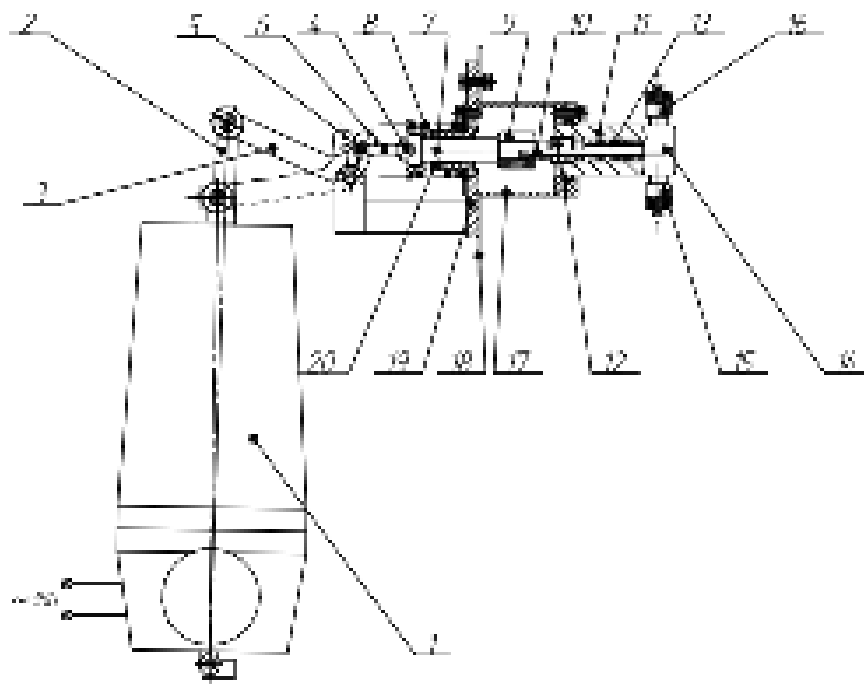

Рисунок 2. Состав гидравлического насоса.
3.1.12. Насосный агрегат, рис.2, состоит из привода насоса-электрогидравлического толкателя 1 со штоком 2, двуплечего рычага 3, сферического 4 и цилиндрического 5 шарниров, соединённых тягой 6, ползуна 7, подпружиненного пружиной 8, а также соединённого с ползуном 7 с помощью гайки 9 плунжера 10 дозирующего насоса.